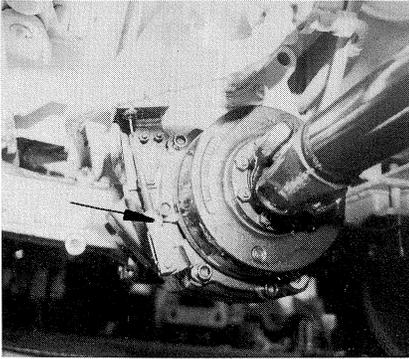

Bild 57
- Ist die Einstellung am Drehgriff wegen eines zu großen Einstellweges nicht möglich, muß zuvor eine Grobeinstellung am Gabelkopf des Vorsatzgetriebes durchgeführt werden (Bild 57/Pfeil).